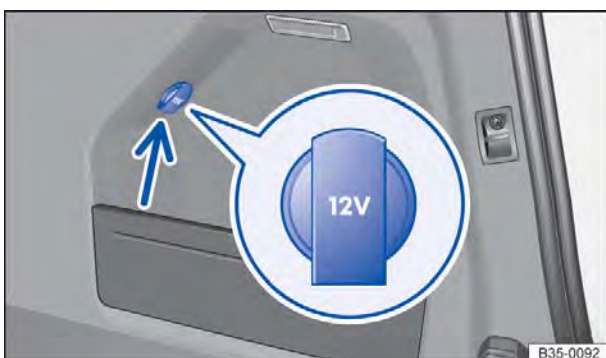

Fig. 127 No compartimento de bagagem: tomada 12 V.
- No compartimento de bagagem \Rightarrow Fig. 127 (seta pequena).